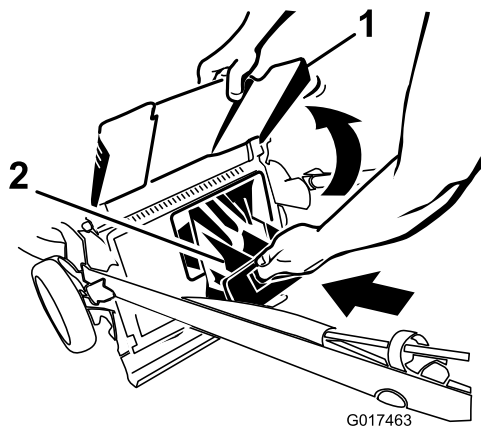
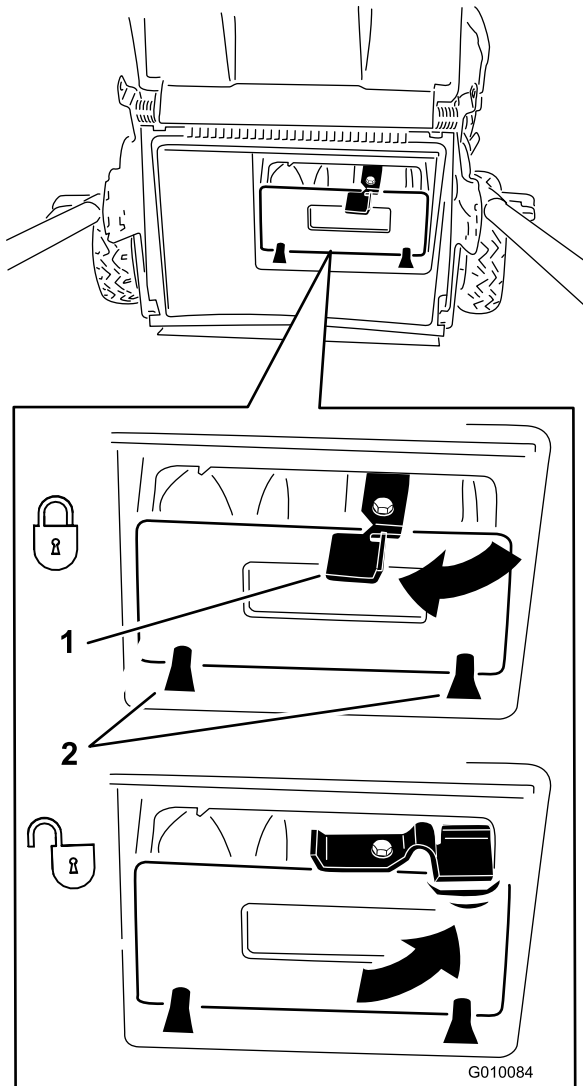

Figura 26
Figura 27
**Importante:** Asegúrese de que el tapón de descarga trasera está bloqueado en su sitio. Para bloquear el tapón: Levante el deflector de descarga (Figura 26), introduzca el tapón y presione firmemente hasta que encaje detrás de las pestañas, y gire la palanca del tapón a la izquierda (Figura 27).